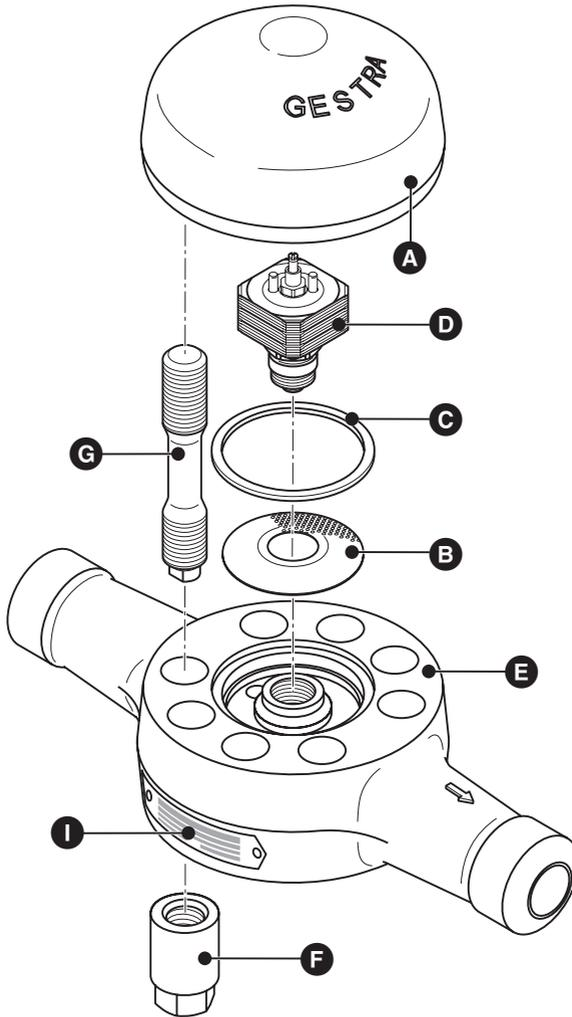
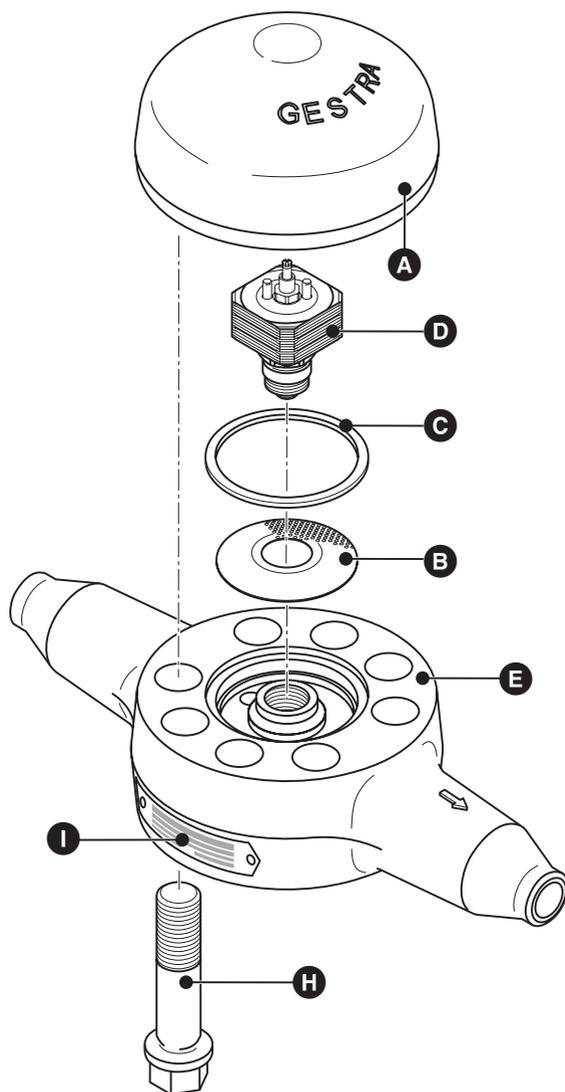

Fig. 2
Fig. 3
1. Desmontar la cubierta **A** de la carcasa **E**. **Fig. 2, Fig. 3**